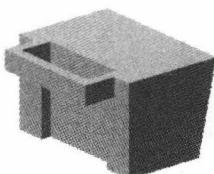
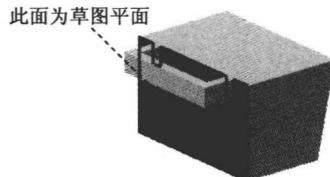

图 1.7 拉伸特征 3
图 1.8 定义草图平面
**Step4.** 创建图 1.7 所示的拉伸特征 3。
(1) 选择命令。选择下拉菜单**插入(S)** → **设计特征(E)** → **拉伸(E)**命令（或单击图标），系统弹出“拉伸”对话框。
(2) 单击“拉伸”对话框中的“绘制截面”按钮，系统弹出“创建草图”对话框。
① 定义草图平面。选取图 1.8 所示的模型表面为草图平面，单击**确定**按钮。